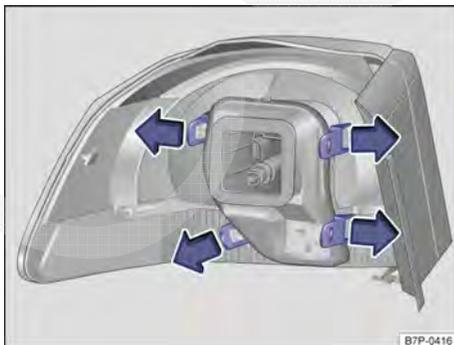

Fig. 240 Lanterna traseira da carroceria: desinstalar o suporte da lâmpada.
7. Apertar as tiras de travamento do suporte de lâmpada → Fig. 240 em direção da seta e retirar a lanterna traseira.
11. Instalar o suporte das lâmpadas na lanterna traseira. As tiras de travamento → Fig. 240 devem encaixar de forma audível.